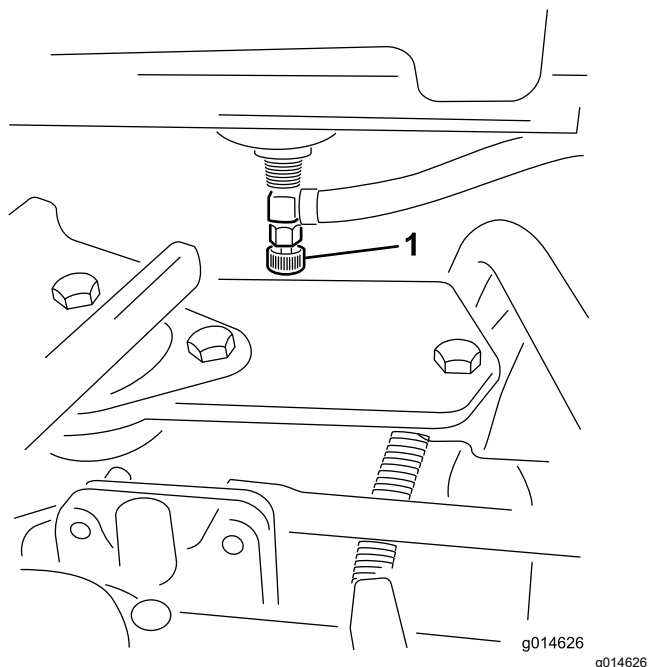

図 32
1. 長期間保管する場合には燃料バルブ 図 32 を閉じておく。